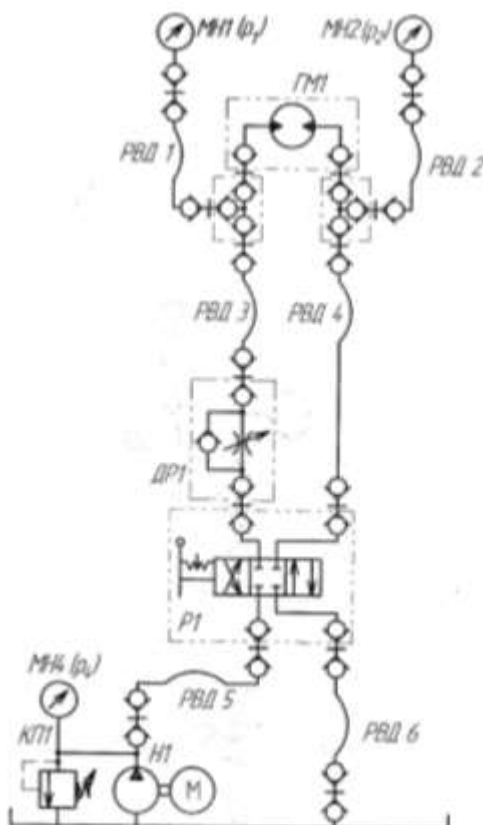

Рисунок 9 –схема гидравлическая
Собрать на стенде схему рис.9
1. Выполнить чертеж схемы рис.9, 10 и проставить буквенно-цифровое обозначение.
2. Составить схему потоков для рис. 9, 10.
4. Составить циклограммы для рис.9, 10.